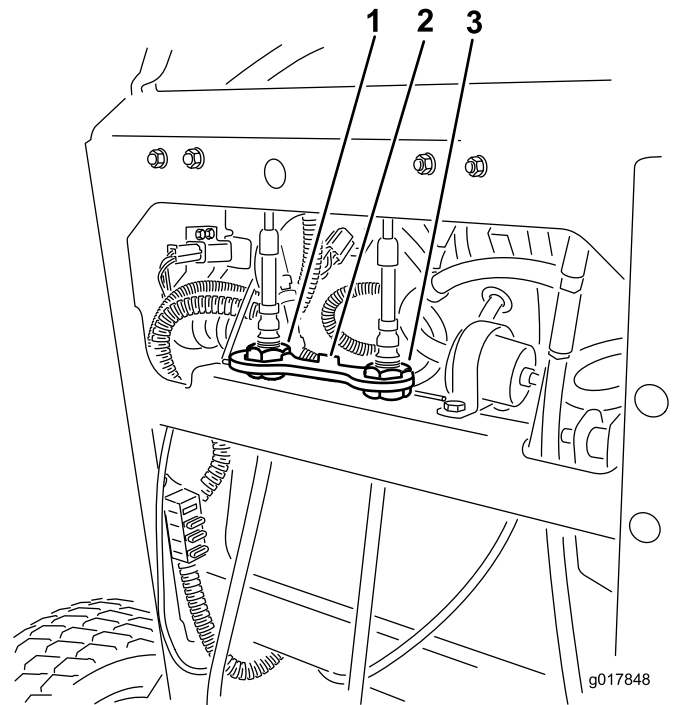

Bild 56
4. Drehen Sie die rechte Kabeleinstellung so, dass der rechte Fahrtriebshebel in der Mittel des Schlitzes für die arretierte Neutral-Stellung am Armaturenbrett ist (Bild 56).